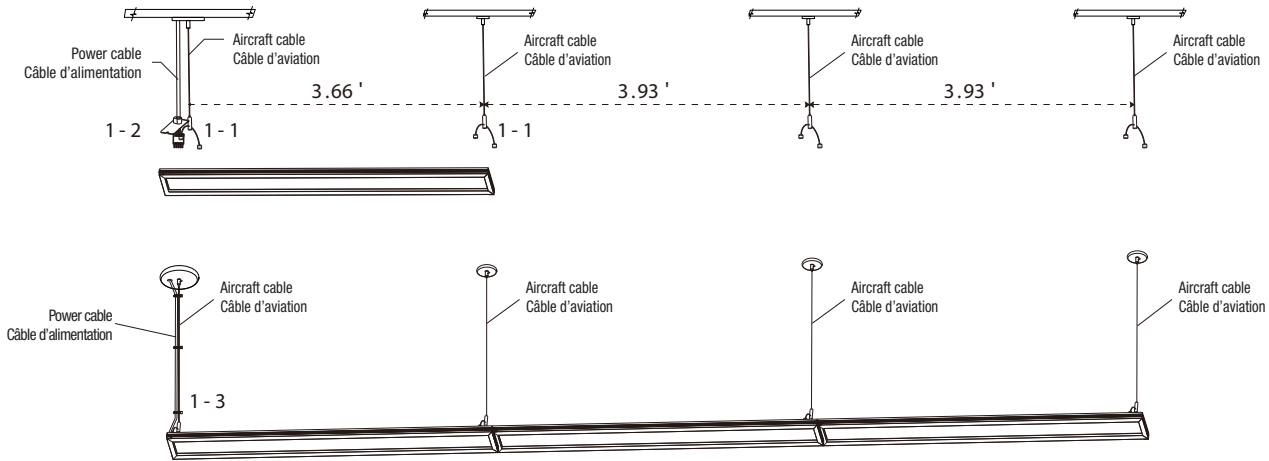

Fig. 2
2. Loosen the four screws that secure the mechanical joiners. Orient the two mechanical joiners towards the second luminaire. Tighten the four screws as shown in Fig. 2.
3. Open the wire cover (see Fig. 2) of the terminal size of each luminaire.
4. Connect the male and the female connectors between two luminaires (see Fig. 2 detail A).
5. Install the joiner access plate between luminaires using the four screws (see Fig. 2 detail B).
2. Desserrer les quatre vis servant à maintenir en place les supports de connexion. Orienter les deux supports de connexion vers le deuxième luminaire. Resserrer les quatre vis comme indiqué sur la Fig. 2.
4. Connecter les connecteurs mâle et femelle entre deux luminaires (voir Fig. 2 détail A).
5. Installer la plaque de connexion d'accès entre les luminaires en utilisant les quatre vis (voir Fig. 2 détail B).